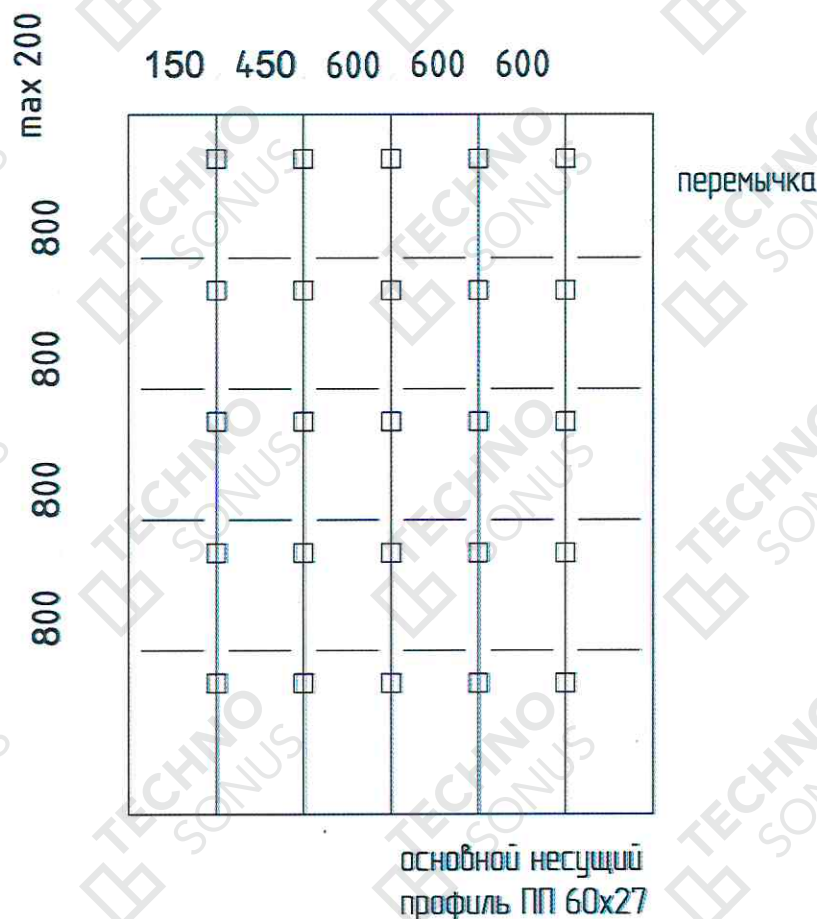

Рисунок 17 – Схема расположения виброподвесов
6.4. В соответствии с разметкой крепим на изолируемую поверхность виброподвесы Сонокреп ЕП20/М6 с помощью фиксирующих крепежных элементов (фиксирующие крепежные элементы подбираются самостоятельно в зависимости от состава изолируемого основания, функциональности помещения и требований к безопасности). Первый виброподвес устанавливается от стены на расстоянии 150 мм вдоль которой будет крепиться основной (несущий) профиль, от перпендикулярной стены отступаем не менее 200 мм. Следующий ряд виброподвесов устанавливается через 450 мм от первого ряда. Далее шаг профилей 600 мм параллельно основным профилям. Шаг виброподвесов 800 мм по основному профилю. На перемычки виброподвесы не устанавливаются (рисунок 17).